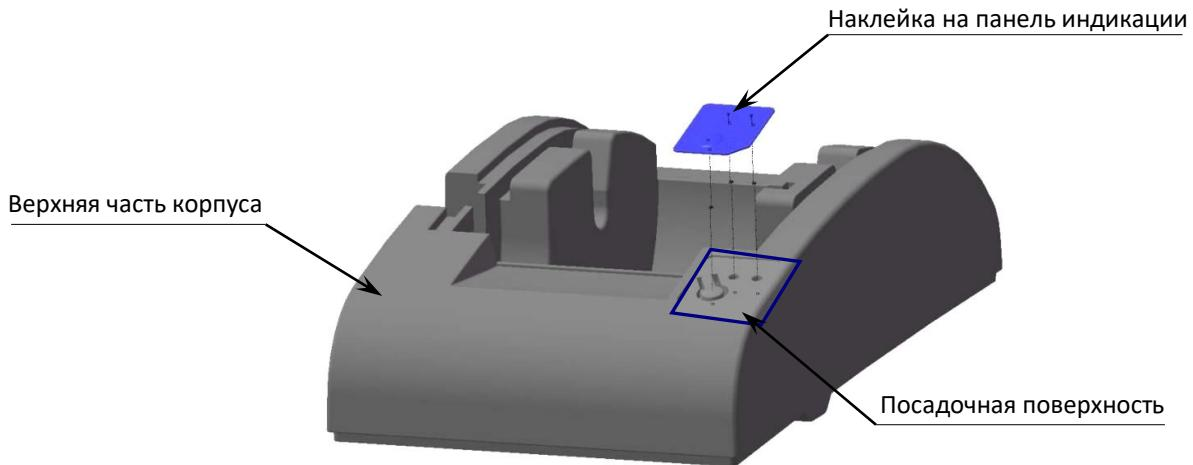

Рисунок 19. Посадочная поверхность верхней части корпуса
- 1) в первую очередь совместить наклейку и посадочную поверхность верхней части корпуса изделия в области **А** (см. рисунок 19);